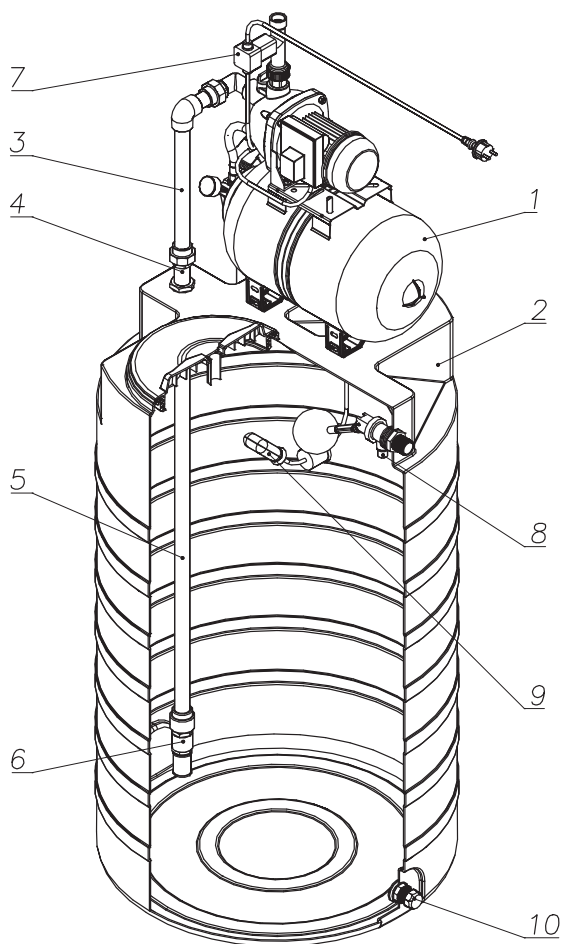

Рис. 2
3.2 Приемный бак объемом 500 л (поз.2 рис.2) для промежуточного накопления воды заданного объема с верхней резьбовой крышкой диаметром 330 мм и нижним сливным отверстием 1" - 1 комплект.
3.3 Соединительный элемент для соединения бака с всасывающим трубопроводом (поз. 4 рис. 2) – 1 комп.
3.4 Труба всасывающая верхняя для соединения АНС с соединительным элементом (поз.3 рис.2)– 1 шт.
3.5 Труба всасывающая нижняя для забора и подачи воды (поз.5 рис. 2)– 1 шт.
3.6 Обратный клапан с фильтром для создания однонаправленного потока воды и предварительной его фильтрации (поз.6 рис. 2)– 1 шт.
3.7 Гидростоп, защищающий насос от холостого (сухого) хода (поз.7 рис.2)– 1 шт.
3.8 Поплавковый клапан, защищающий бак от переполнения водой из магистрали и удерживающий необходимый объем воды в баке ( поз. 8 рис. 2) – 1 шт.
3.9 Выключатель уровня (поз.9 рис. 2) – 1 шт, автоматически отключающий скваженный или колодезный насос при заполнении бака и удерживающий необходимый объем воды.
3.10 Комплект сливного штуцера с пробкой для слива воды из бака (поз.10 рис. 2) – 1 комп.